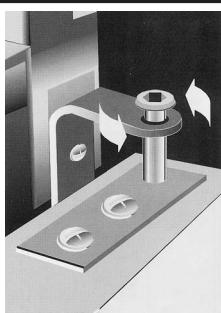

Fig 6.
- dévisser l'écrou 6 pan creux de la charnière supérieure et enfoncez le cylindre (Fig. 6).
- la porte se libère de la partie supérieure, et une fois légèrement inclinée, soulever pour la libérer de la charnière inférieure. (Fig. 6).